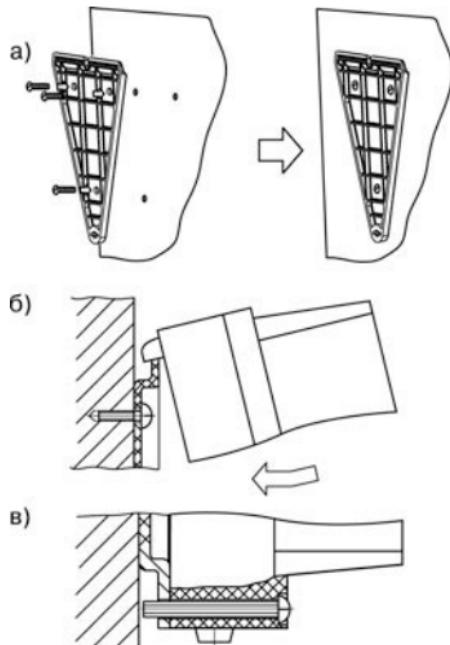

Рисунок 5.1 – Монтаж прибора настенного исполнения
- закрепить кронштейн тремя винтами $M4 \times 20$ на поверхности, предназначенной для установки прибора (см. Приложение А и рисунок 5.1, а).
- зацепить крепежный уголок на задней стенке прибора за верхнюю кромку кронштейна (рисунок 5.1, б)
- прикрепить прибор к кронштейну винтом $M4 \times 35$ из комплекта поставки (рисунок 5.1, в).